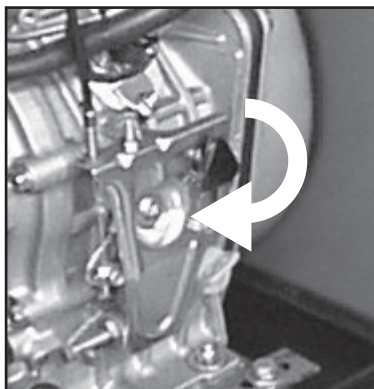

Fig.4
- 1) Llevar el mando del acelerador, situado sobre el motor (ver fig.4), a la posición baja (máximo número de revoluciones)